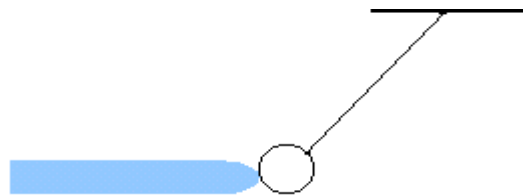

Figure 2b
- Elle vient en contact avec le bâton de verre (figure 2b)